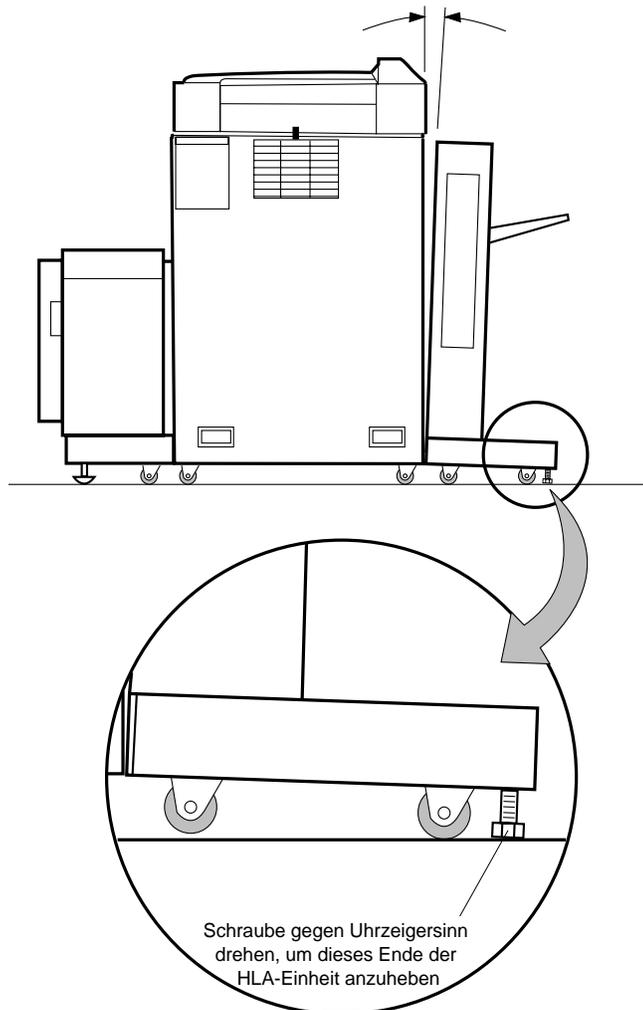

Abbildung 4-29 Vordere Nivellierschrauben ausrichten
7. Steht die HLA-Einheit nicht parallel zum Drucker, so drehen Sie die beiden vorderen Nivellierschrauben gegen den Uhrzeigersinn, um das Oberteil der HLA-Einheit gegen den Drucker zu lehnen. Siehe Abbildung 4-29.